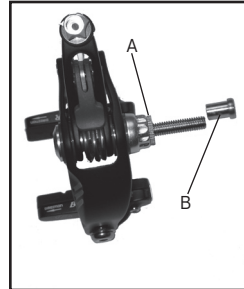

Abbildung 4. Befestigungselemente
- Befestigungsmuttern, 2 Stück (Abbildung 4)